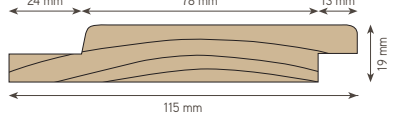

Fig. 1
- Si se aplica en exteriores, instalar solo en posición horizontal. Considerar una membrana impermeable al agua (fieltro asfáltico o membrana sintética) y sobre esta, un cadenetado para permitir que el revestimiento se seque en caso de penetración de agua. En interiores, puede aplicarse vertical u horizontalmente (Fig. 1).
- Para el cadenetado, se recomienda MSD Terminación de 1 x 2 con un espaciado máximo de 60 cm entre apoyos, fijado a la estructura con clavos o tarugos, según sea de madera o albañilería (Fig. 1).